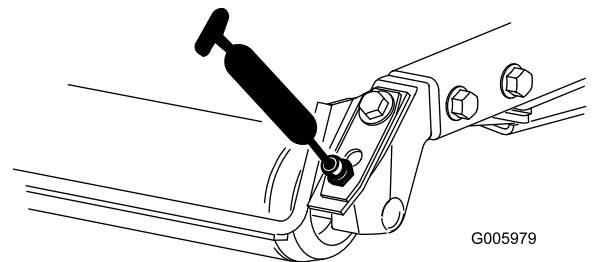

図 40
- 図 40に示す、後ローラのベアリングカッティングユニット 1 台に 2 ヶ所